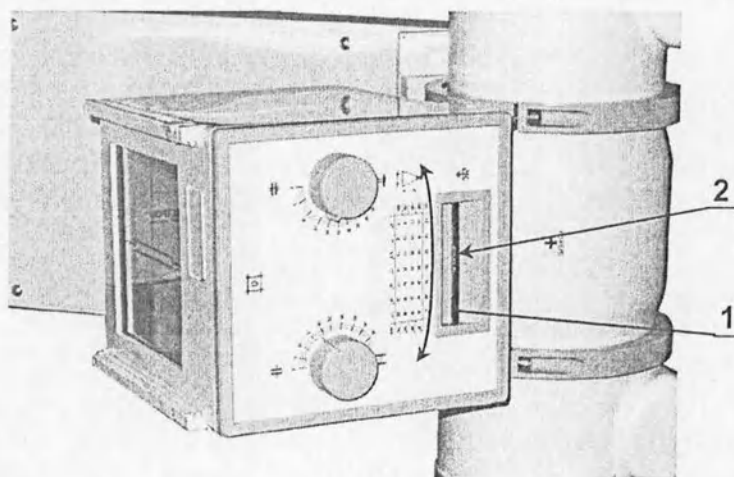

Рис.2.10. Коллиматор (1-кромка диска; 2-видимая поверхность диска с надписью)
- **Нажать** пальцем на выступающую **кромку диска** (рис.2.10, поз.1)
- **Перемещать** прижатый палец вместе с диском (поворачивая его) **верх или вниз** (рис.2.10, стрелка). Во время перемещения диска, контролировать надпись на его видимой поверхности (рис.2.10, поз.2). Диск имеет 4 фиксированных положения.